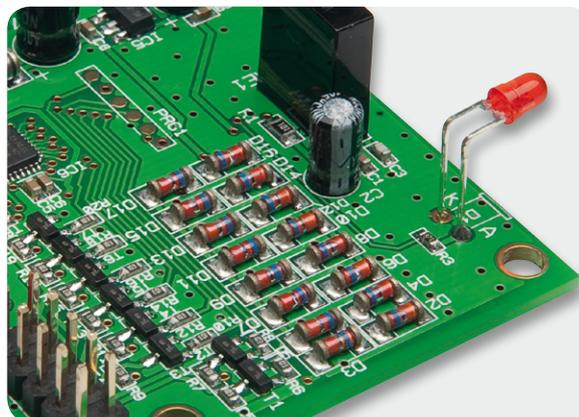

Bild 8: Korrekte Einbaulage der roten Kontroll-LED D1
Bei der Kontroll-LED D1 ist die Anodenseite (A) durch einen längeren Anschluss gekennzeichnet. Die Anschlüsse des Bauteils sind ca. 4 mm hinter dem Gehäuseaustritt abzuwinkeln und danach ist die LED mit einem Leiterplattenabstand von ca. 5 mm einzulöten (**Bild 8**).